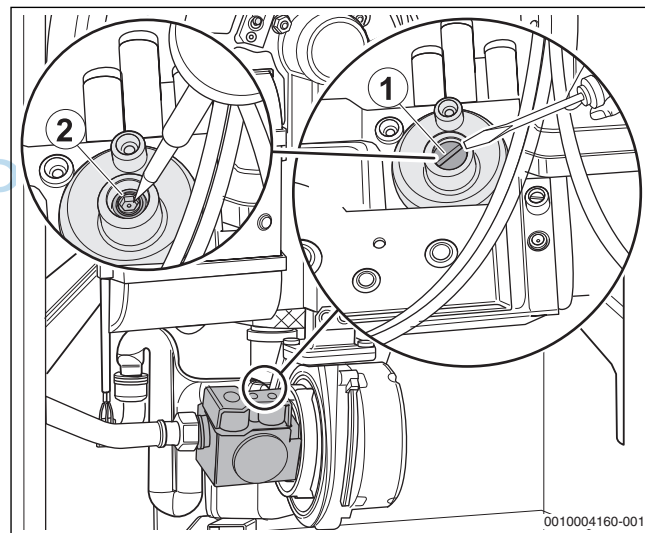

Bild 57 CO₂-Einstellung bei Teillast vornehmen
- ▶ Abdeckschraube der Teillast-Einstellschraube entfernen (→ Bild 57, [1], Seite 31).
- ▶ Bei CO₂-Werten < 9,0 % oder > 9,6 % die Einstellung an der Teillast-Einstellschraube korrigieren (→ Bild 57, [2], Seite 31 und Tabelle 13).